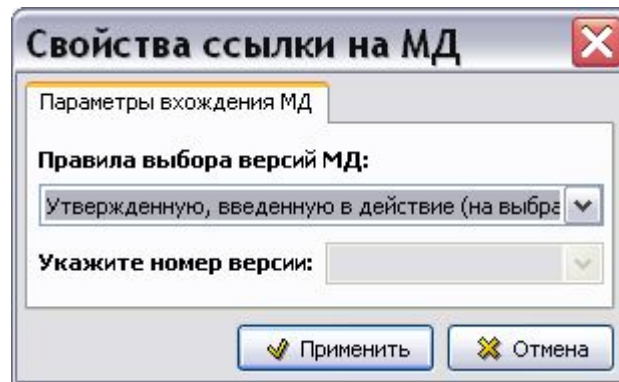

Рис. 8.52
2. Нажмите на кнопку **Свойства** . После этого откроется окно **Свойства ссылки на МД** (Рис. 8.52).